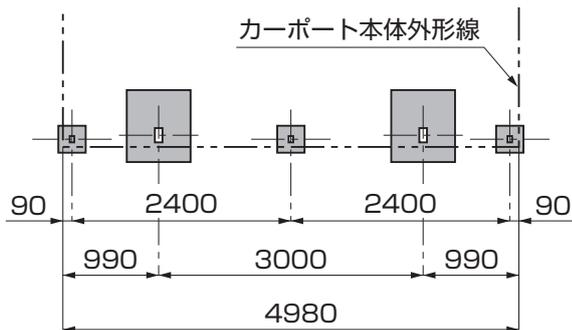

図2-3 50サイズ
- ③ 後枠に補助柱固定金具を【6-6】で固定してください。(図2-2、図2-3参照)